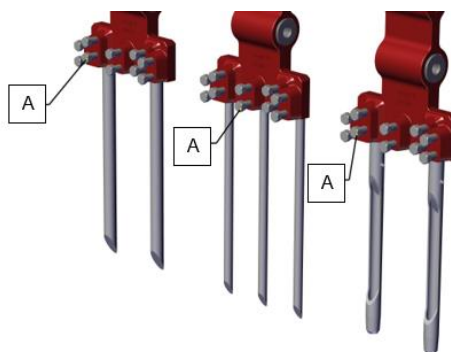

Fig. 10
De vergrendelingsbouten (A) mogen worden vastgedraaid tot 40 Nm (29,5 lbf.ft.). (Fig. 10)